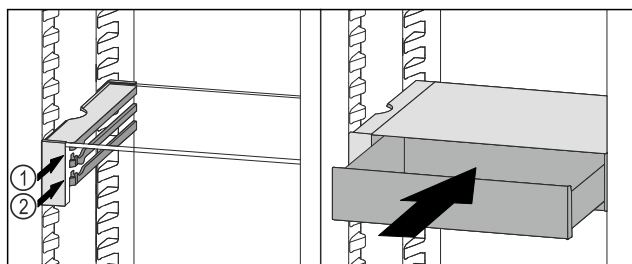

Fig. 87
- VarioSafe-lade achter de stoppers op de gewenste rib *Fig. 87 (1)* of *Fig. 87 (2)* plaatsen.